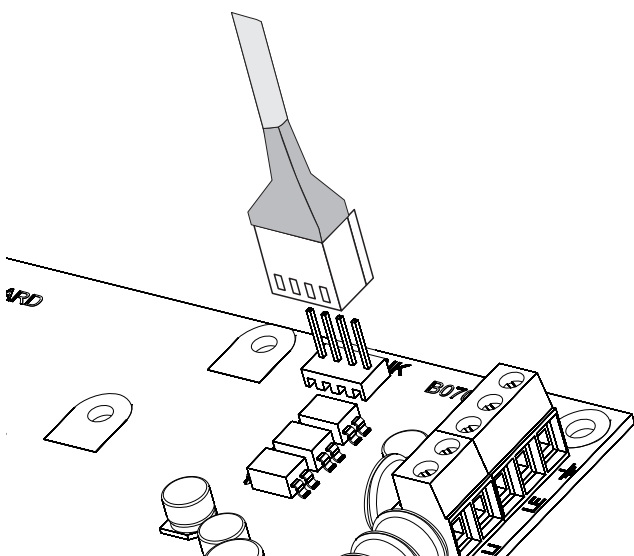

Figura 24 Collegamento PC-Link.
1. Collegare la porta seriale RS232 della Centrale (**10, PC-LINK**) ad una porta seriale RS232 libera del PC, tramite il cavo **PC-LINK** (opzionale), come mostrato in Figura 24.